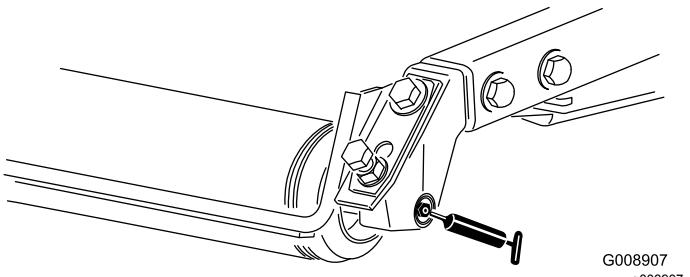

Figura 36
- Cojinetes de los rodillos traseros (2 por unidad de corte)—Figura 36